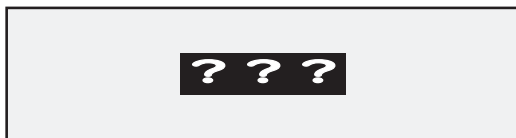

図2
- (3)計測結果や形からさらに空気抵抗を小さくするにはどうするかもう一度考えてみましょう。
- (4)(3)の考察をもとに、再度、自動車をデザイン・工作し、性能向上できたか実験してみましょう（図2）。